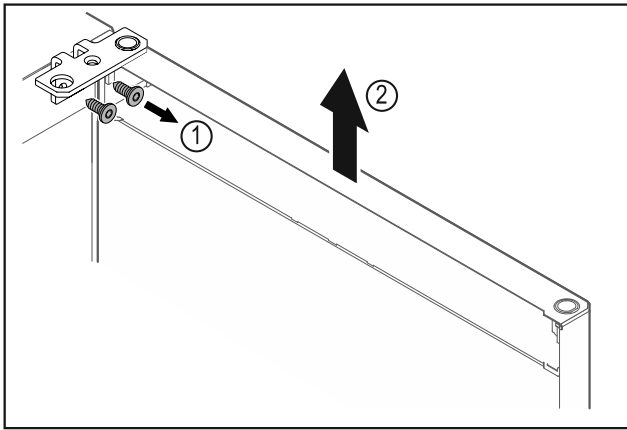

Fig. 9
- ▶ Відкрутити шарнірний кутик Fig. 9 (1).
- ▶ Дверцята з шарнірним кутиком Fig. 9 (2) приблизно на 200 мм прямо підняти вгору і зняти.